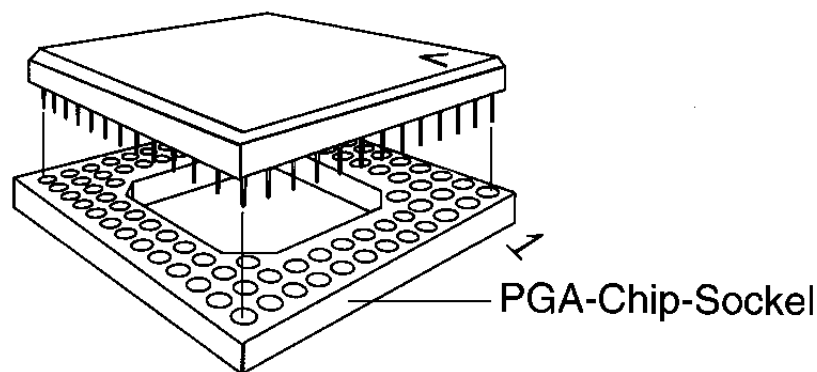

Abbildung 4-7. Einsetzen des 68040-Chips
5. Zum Einsetzen des 68040-Chips müssen Sie die Position von Anschlußstift 1 kennen, und zwar sowohl auf dem Sockel als auch auf dem einzusetzenden Chip. Auf dem Modul wird diese Position durch eine kleine, aufgedruckte 1 an einer Ecke des Sockels angezeigt. Anschlußstift 1 auf dem Chip wird durch eine L-förmige Markierung an einer Ecke des Chips gekennzeichnet. Richten Sie den Chip so aus, daß diese beiden Positionen übereinanderliegen. Setzen Sie den Chip so auf den Sockel, daß alle Stifte in die passenden Löcher auf dem Sockel einrasten, und drücken Sie dann den Chip kräftig in den Sockel (siehe Abbildung 4-7).